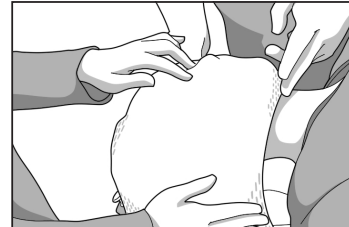

Abb. 4
7. Modellieren Sie die Maske abschließend mit sanftem Fingerdruck, sodass die gewünschte Kopf- und Nasenrückenkontur des Patienten erzielt wird (Abb. 4).